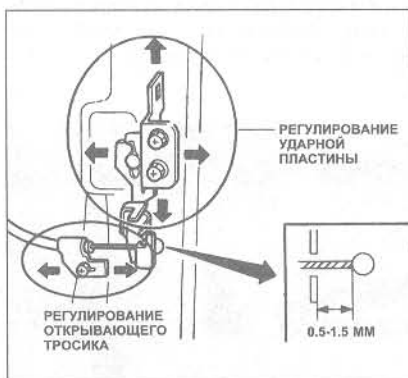

Рис. 11.12 Регулирование ударной пластины крышки багажника и открывающего тросика - Седан (Глава 22)
- 6 Отрегулируйте открывающий тросик (где оборудовано) перемещая наконечник пока не будет достигнут указанный люфт (см. рис. 11.12 или 11.13). Зажмите надежно болт и проверьте действие тросика.